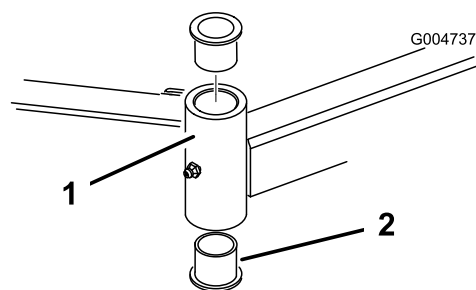

Figura 106
- Inserite un punteruolo nella parte superiore o inferiore del tubo di fissaggio, e spingete la boccola fuori del tubo (Figura 106).